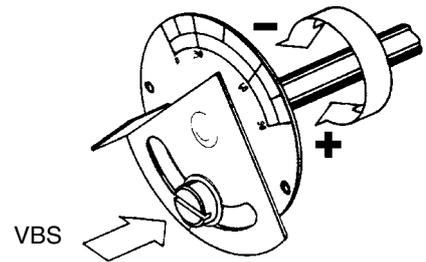

Fig. 26
- Desserrer avec un tournevis la vis VBS indiquée sur la Fig. 26. Régler le débit d'air désiré en agissant directement sur le clapet.